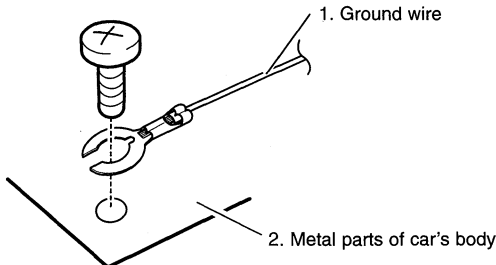

Fig.3
- When installing this unit, always connect the ground wire first. Ensure that the ground wire is properly connected to metal parts of the car's body. (Fig.3)
- Cuando instale esta unidad, conecte siempre el cable de conexión a tierra en primer lugar. Asegúrese de que el cable de conexión a tierra está correctamente conectado a las partes metálicas de la carrocería del automóvil. (Fig.3)